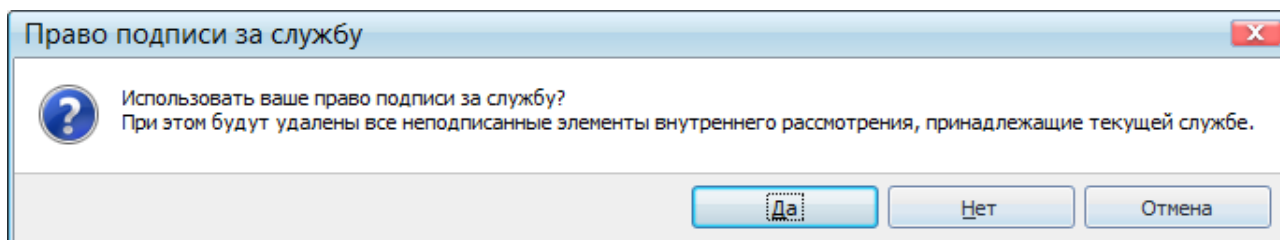

Рисунок 16.34 – Диалоговое окно «Право подписи за службу»
- «*Отображать диалоговое окно*». При выборе данного условия при подписании заявки пользователем, наделенным правом подписи за службу, отображается диалоговое окно (Рисунок 16.34).